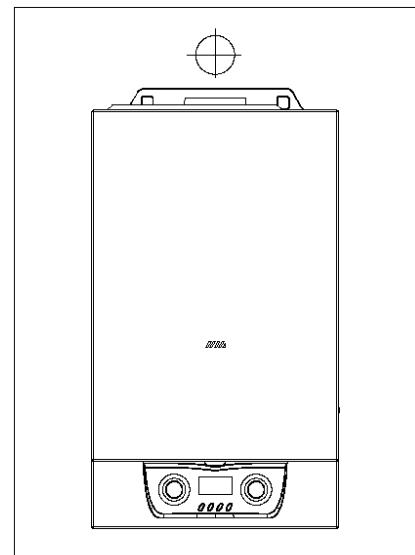

Рис. 12
- д) далее котел навесьте на подвесную панель (рис. 12)